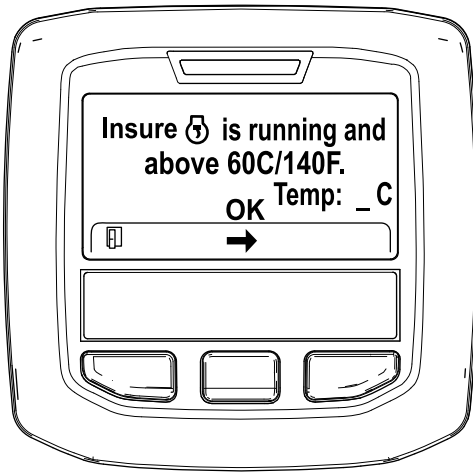

Bild 44
5. Wenn die Kühlmitteltemperatur unter 60°C liegt, wird die Meldung „Insure  is running and above 60C/140F“ angezeigt (Bild 44).